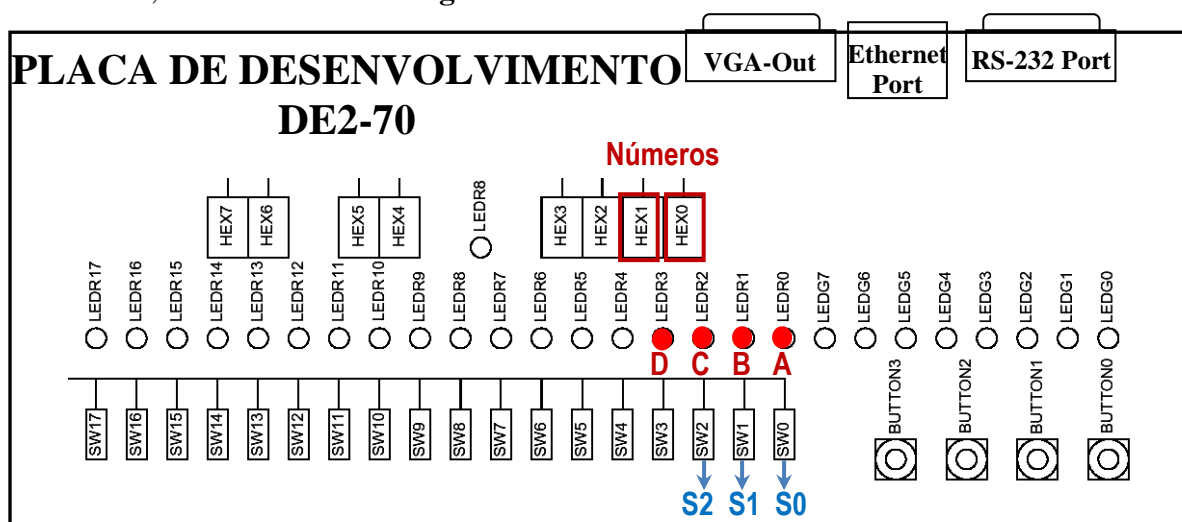

Figura 2: Interfaces do sistema de apresentação da data de nascimento na placa **DE2-70**
- Os sinais de entrada (**S2, S1 e S0**) devem ser conectados às chaves deslizantes **SW2, SW1 e SW0** da placa **DE2-70**, como mostrado na **Figura 2**.